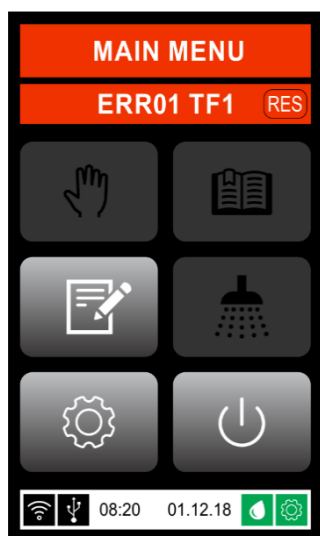

Рисунок 55: Отображение ошибки в главном меню
- ⇒ Широко откройте дверь и найдите два фиксирующих держателя с тефлоновым покрытием, которые расположены на внутреннем стекле дверцы (рис. 55).